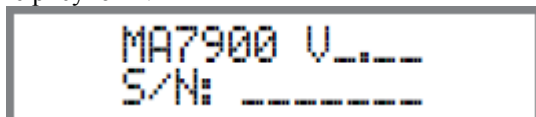

Рисунок 2
2. Нажмите и удерживайте кнопку INPUT CONTROL до тех пор, пока на Информационном Дисплее Фронтальной Панели не отобразится “MA7900 V___ S/N:_____” На Информационном Дисплее может быть отображена информация о номере модели, версии программного обеспечения и серийном номере данного устройства. За дополнительной информацией обращайтесь на страницу 18. Смотрите рисунок 2.